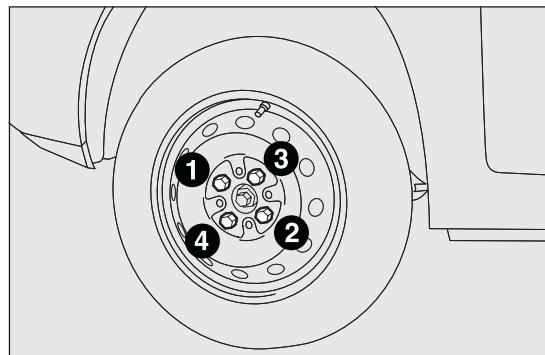

fig. 133
- ❑ mediante l'utilizzo della chiave in dotazione, serrare a fondo i bulloni, passando alternativamente da un bullone a quello diametralmente opposto, secondo l'ordine numerico illustrato in fig. 133 .